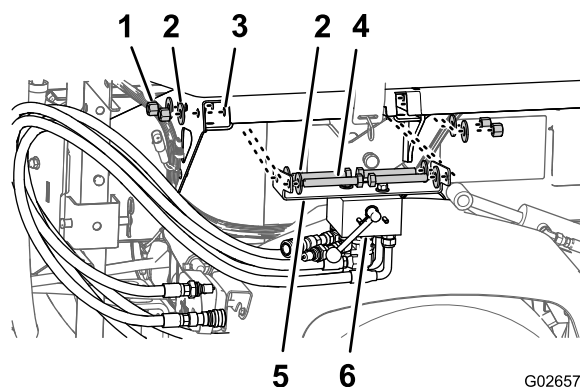

Figura 9
5. Allineate la valvola e i flessibili montati in 3 Montaggio dei raccordi e dei flessibili sulla valvola selettore (pagina 2) con l'area posteriore della guida destra per il serbatoio (Figura 9).
6. Nell'area sotto alla fascetta del serbatoio, allineate il foro nella staffa di supporto per la valvola selettore con i fori nel canale della guida laterale (Figura 9).
7. Collegate la staffa di supporto al canale con i 4 bulloni (1/2 x 3-1/2 poll.), 8 rondelle (1/2 poll.) e 4 dadi di bloccaggio (1/2 poll.) come illustrato in Figura 9.